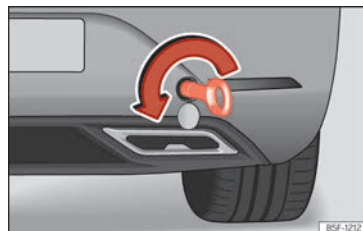

Abb. 225 Auf der rechten Seite des hinteren Stoßfängers: eingeschraubte Abschleppöse.
- Drehen Sie die Abschleppöse **entgegen dem Uhrzeigersinn** so fest wie möglich in die Aufnahme »» (Abb. 225) , »» ①. Verwenden Sie ein geeignetes Hilfsmittel, um die Abschleppöse festzuziehen.